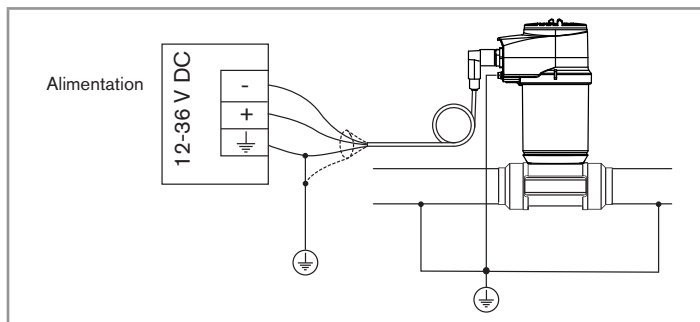
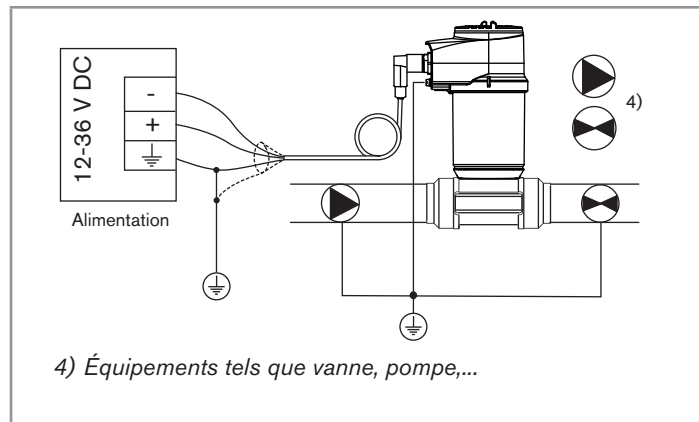

Fig. 9: Schéma de principe de l'équipotentialité avec des conduites en métal
Fig. 10: Schéma de principe de l'équipotentialité avec des conduites en plastique
- Relier correctement le blindage du câble d'alimentation à la terre (voir Fig. 9 et Fig. 10).
terre adéquate, il faut relier à la même terre les différents équipements métalliques tels que vanne ou pompe se trouvant le plus près possible de l'appareil (voir Fig. 10).